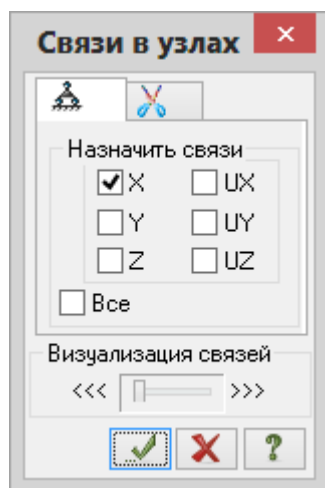

Рис.4.19. Диалоговое окно **Связи в узлах**
- Щелчком по кнопке  – **Связи** (панель **Жесткости и связи** на вкладке **Создание и редактирование**) вызовите диалоговое окно **Связи в узлах** (рис.4.19).